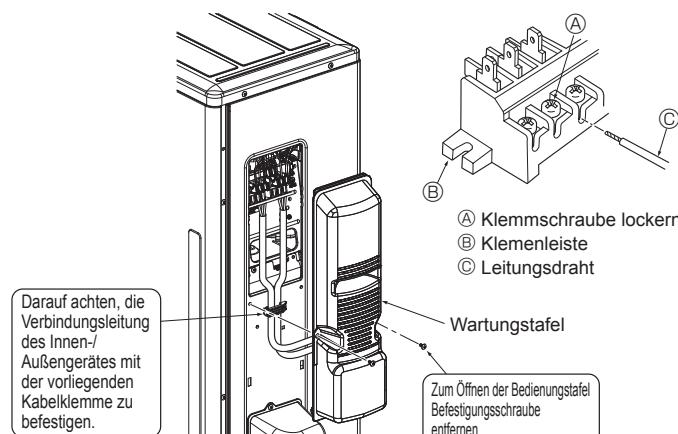

Fig. 6-3
6.1. Außeneinheit (Fig. 6-1, Fig. 6-2, Fig. 6-3)
- ① Die Wartungstafel entfernen.
- ② Die Kabel wie in den Fig. 6-1, Fig. 6-2 und Fig. 6-3 gezeigt verlegen.